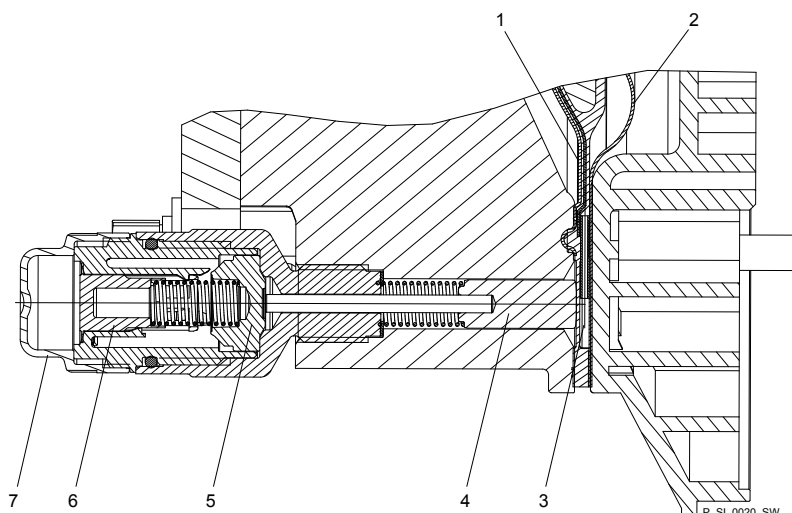

Abb. 22: Schnitt durch die Membranbruchsignalisierung Sigma (Ausführung "Optische Bruchanzeige")
2. Falls der Kolben des Membranbruchsensors - siehe Abb. 22, Pos. 4 - feucht oder schmutzig geworden sein sollte, ihn und die Bohrung reinigen, in der er läuft.